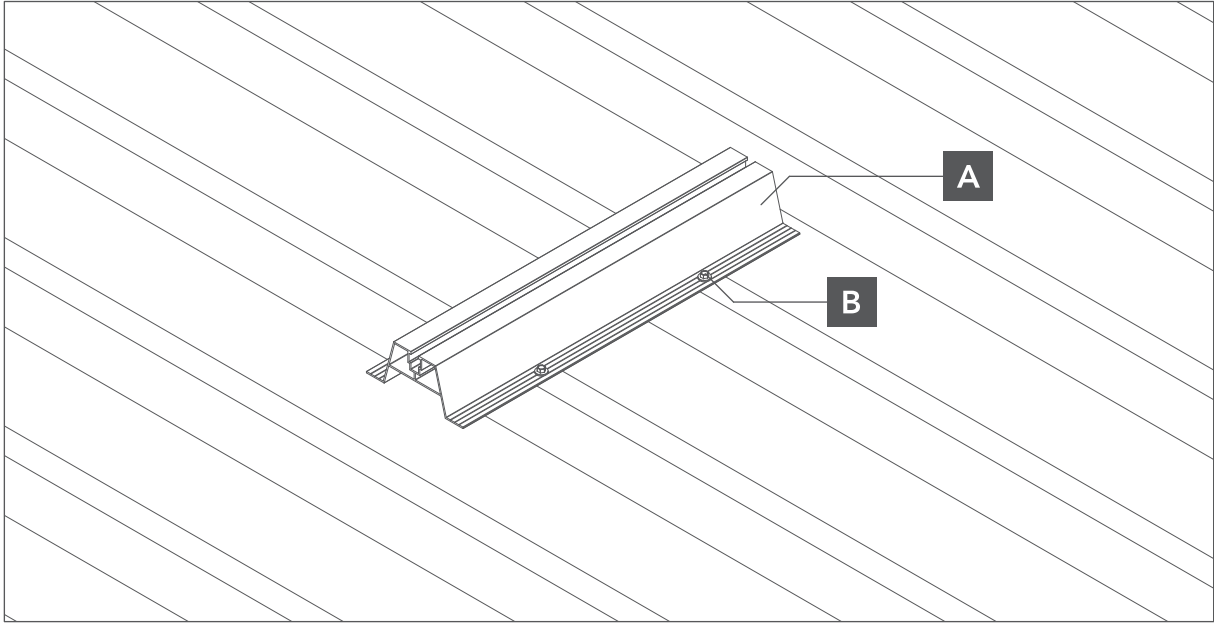

Abb. 4. Befestigung der Trapezträger
- 3** Jedem Trapezträger sollte man mindestens 4 Blechschrauben mit dichtem Gewinde (Abb. 4) befestigen.